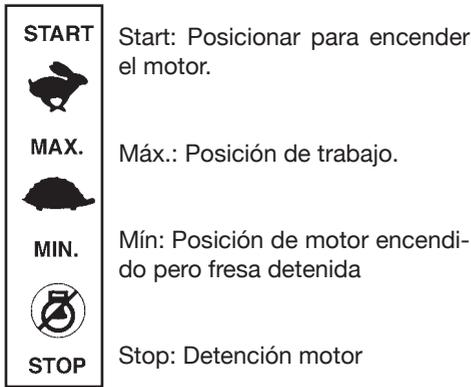

Fig. 13
Llevar el comando acelerador en la posición "START" FIG. 13
Llevar la palanca comando acelerador en la posición de "STOP" fig.13.
- Con el motor encendido, colocar el comando acelerador en la posición -MAX- Fig. 13 y presionando sobre las manceras enfilarse en el terreno el espolón.